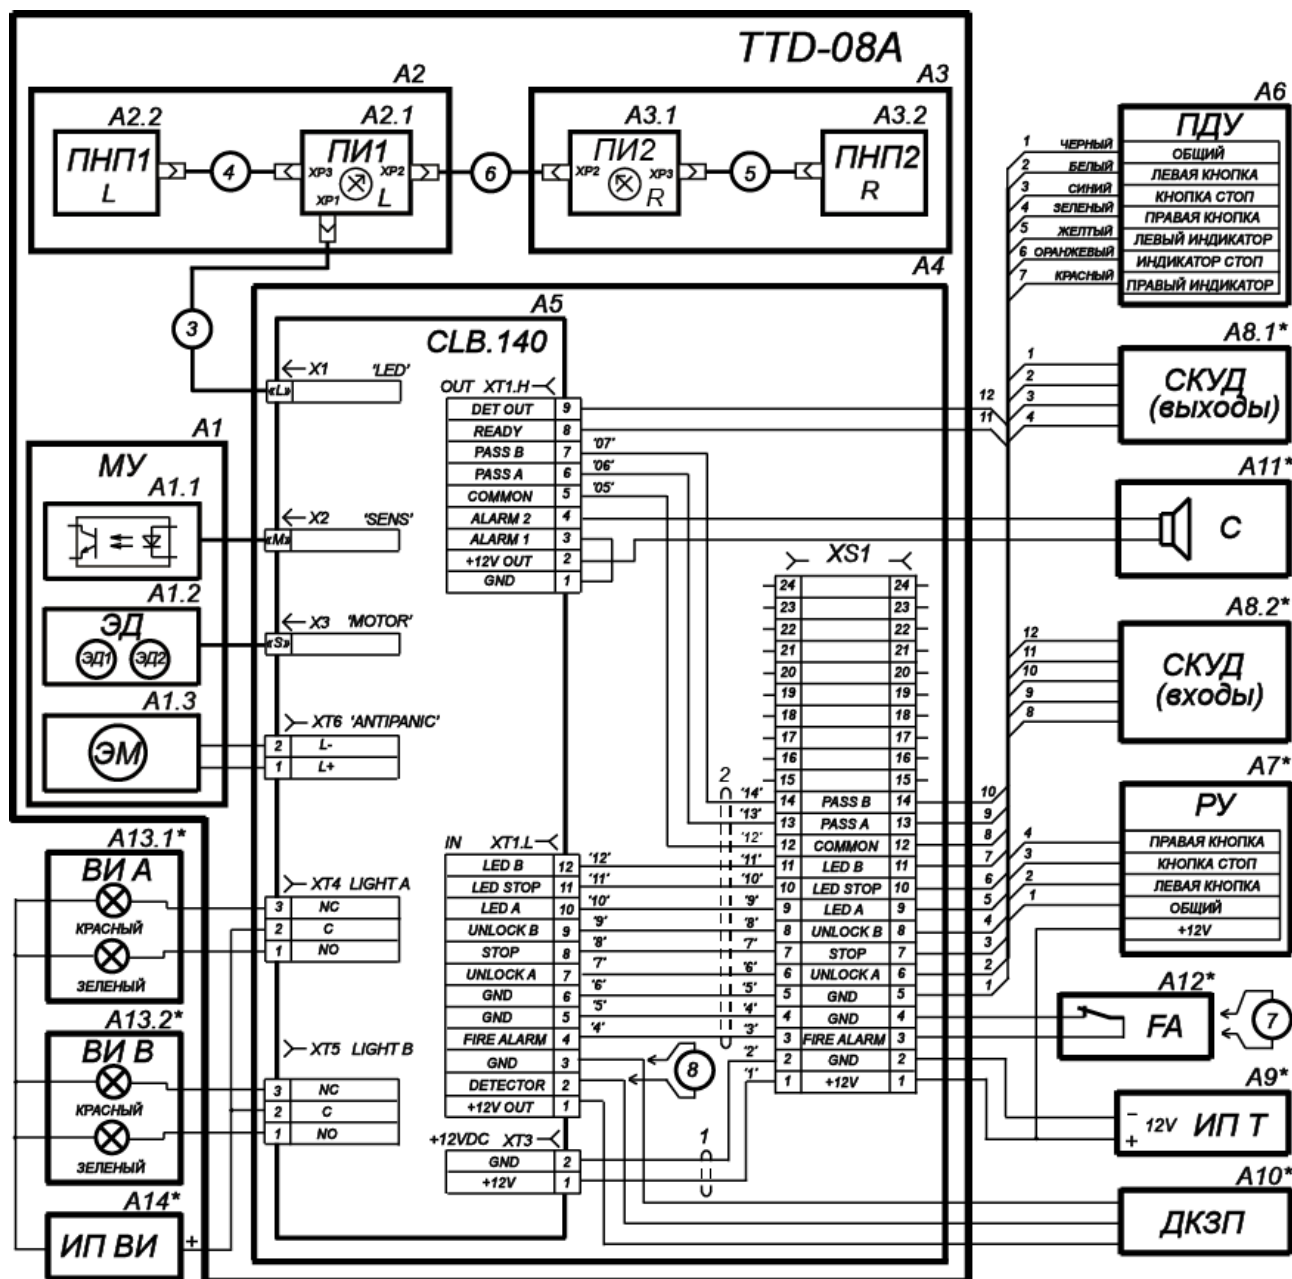

Рисунок 12. Схема соединений турникета и дополнительного оборудования1
10. Подключите кабель (13) от ИП к выносной клеммной колодке **XS1** (см. рис. 12).
11. Подключите кабель ПДУ (12) к выносной клеммной колодке **XS1**.
7 – кабель от платы управления к ПИ1 (кабель 3 на схеме рис. 12);
8 – кабель от ПИ1 к ПИ2 (кабель 6 на схеме рис. 12);